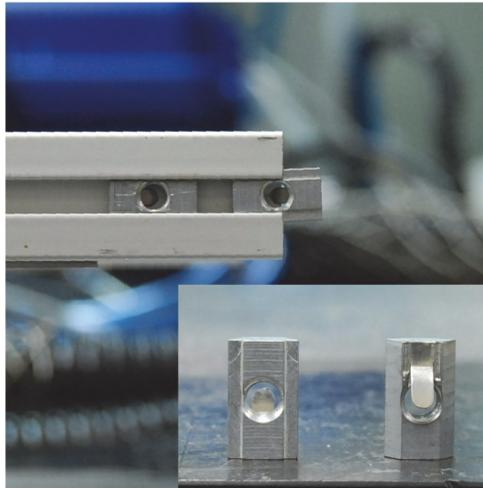

Figure 2-29 Écrous rectangulaires en T utilisés pour fixer les accessoires aux barres du cadre
5. Récupérez les écrous rectangulaires en T des anciennes barres du cadre, puis installez-les sur les nouvelles barres. Chaque poignée nécessite deux écrous rectangulaires en T, chaque règle en nécessite deux et chaque barre de cadre en nécessite un pour fixer le cadre latéral (Figure 2-29 à la page 58).